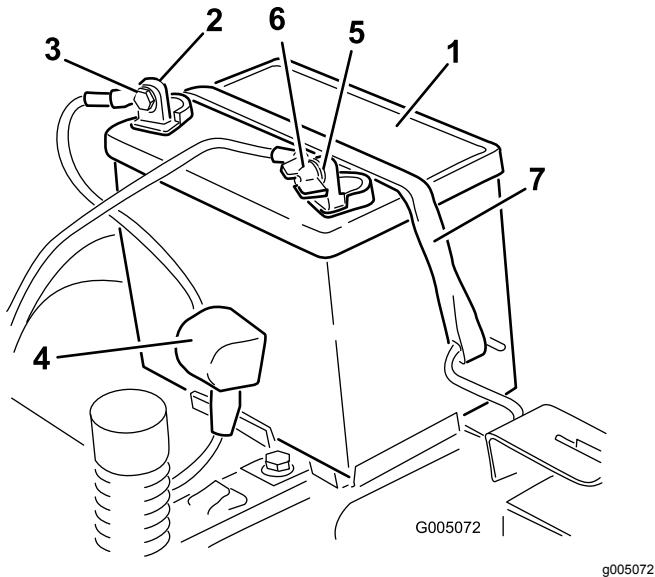

Figura 46
4. Desconecte el cable negativo de tierra (negro) del borne de la batería (Figura 46).
6. Desconecte el cable positivo (rojo) del borne de la batería (Figura 46).
7. Retire la correa de sujeción de la batería (Figura 46) y levante la batería para retirarla de su bandeja.
1. Coloque la batería en la bandeja (Figura 46).
5. Fije la batería con la correa de sujeción (Figura 46).